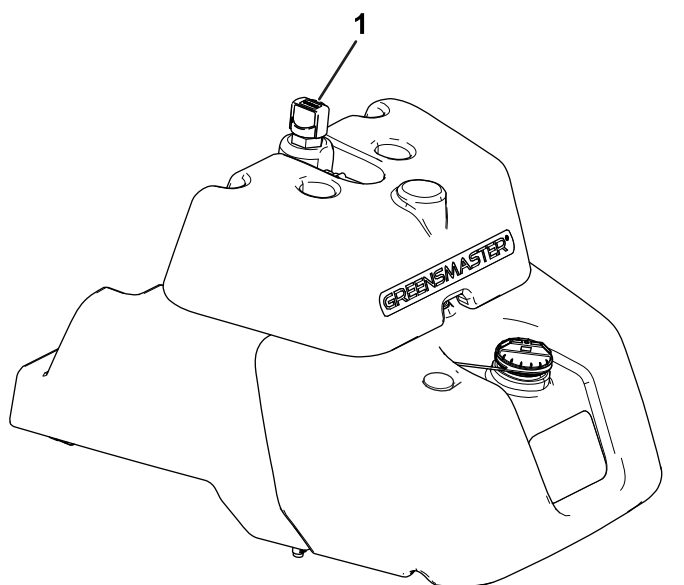

Figura 40
- Si el depósito no tiene mirilla, localice la varilla en la parte superior del depósito hidráulico principal (Figura 40) y vaya al paso 3.